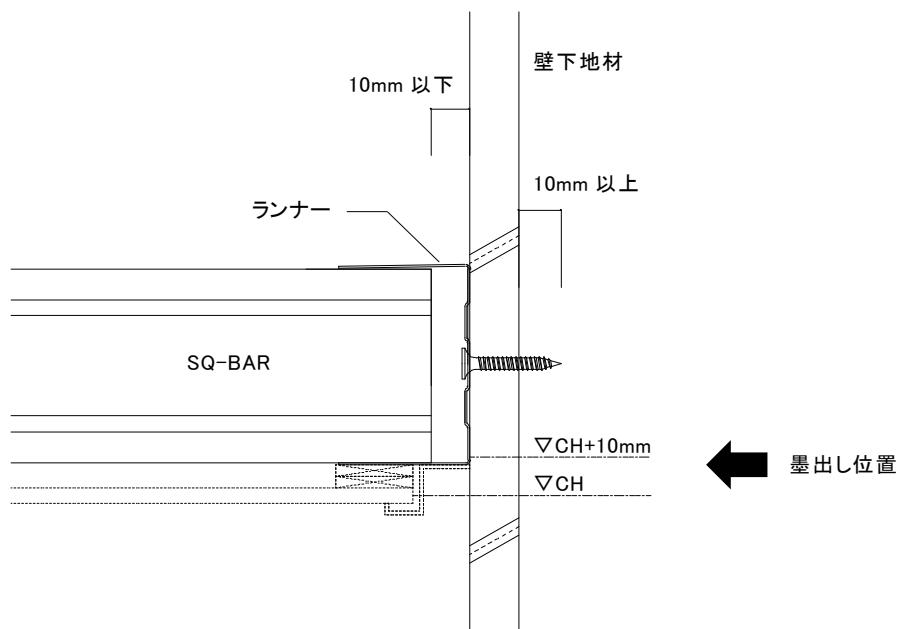

図 2-2-1 ランナー固定部詳細
- 2) SQ-BARとランナー底部の隙間は $10mm$ 以下とする。(図 2-2-1 参照)